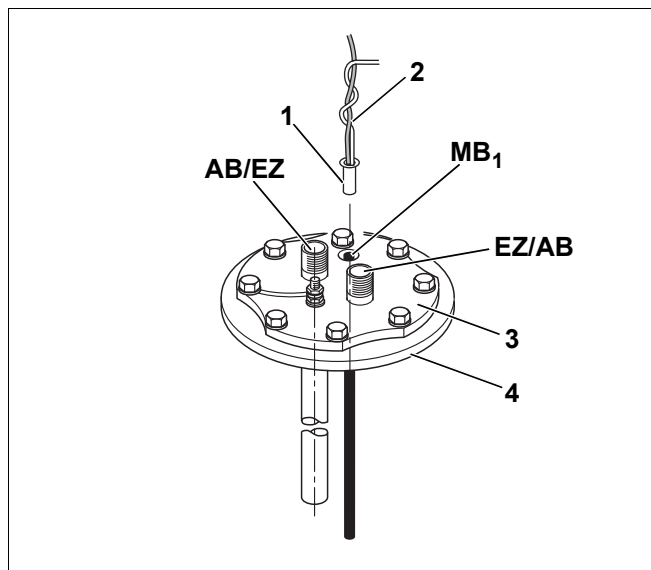

Рис. 8 Точка измерения MB₁ (погружная гильза дозагрузки от котла)
Установка датчика горячей воды (рис. 8):
- ▶ Вставьте датчик (рис. 8, [1]) с направляющей проволокой (рис. 8, [2]) до упора. Направляющая проволока находится в точке измерения MB₁.